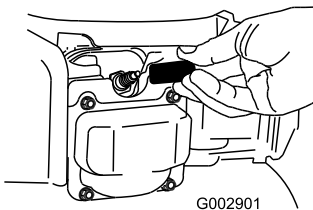

Bild 37
2. Ziehen Sie das Zündkabel von der Zündkerze (Bild 37) ab, bevor Sie Wartungsarbeiten ausführen.